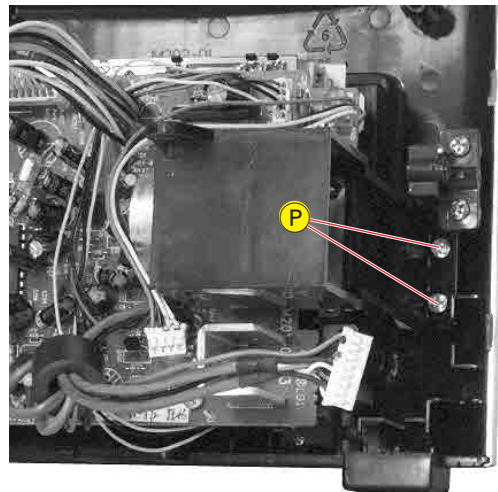

Fig. 23
- 2 Schrauben ② (Fig. 23) herausdrehen und Cassettenklappenantrieb herausnehmen.